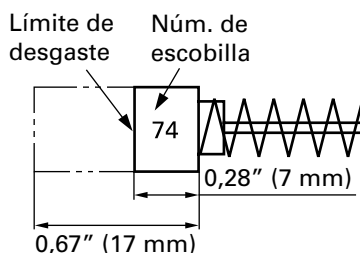

Fig. 11
## 3. Inspeccionar los carbones de contacto (Fig. 11)
**NOTA:** Utilice las escobillas HITACHI Nģm. 74 indicadas en la Fig. 11.